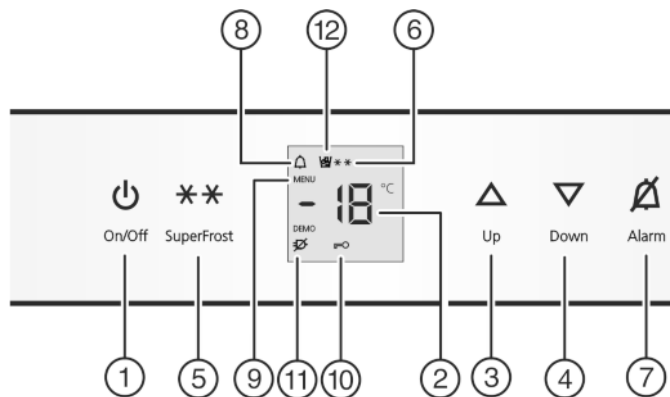

Fig. 2
- ▶ Apăsați tasta On/Off Fig. 2 (1).
- ▶ Activarea modului de reglare: Apăsați tasta SuperFrost Fig. 2 (5) timp de cca. 5 secunde.
- ▷ Simbolul Menu Fig. 2 (9) este aprins.
- ▶ Apăsați scurt tasta SuperFrost Fig. 2 (5) pentru confirmare. Atunci când pe afișaj apare **cl**:
- ▶ Pentru a porni protecția pentru copii apăsați scurt tasta SuperFrost Fig. 2 (5).
- ▷ Simbolul protecției pentru copii Fig. 2 (10) se aprinde. Pe afișaj se aprinde intermitent **c**. Atunci când pe afișaj apare **cd**:
- ▶ Pentru a opri protecția pentru copii apăsați scurt tasta SuperFrost Fig. 2 (5).
- ▷ Simbolul protecției pentru copii Fig. 2 (10) se stinge. Pe afișaj se aprinde intermitent **c**.
- ▶ Dezactivarea modului de reglare: Apăsați tasta On/Off Fig. 2 (1).
- ▶ Apăsați tasta Alarm Fig. 2 (7).
Totodată clipește și indicatorul de temperatură și simbolul Alarm Fig. 2 (8).
Avertizorul acustic este dezactivat automat, simbolul Alarm Fig. 2 (8) se stinge și indicatorul de temperatură încetează să mai clipească, atunci când temperatura revine la o valoare suficient de scăzută.